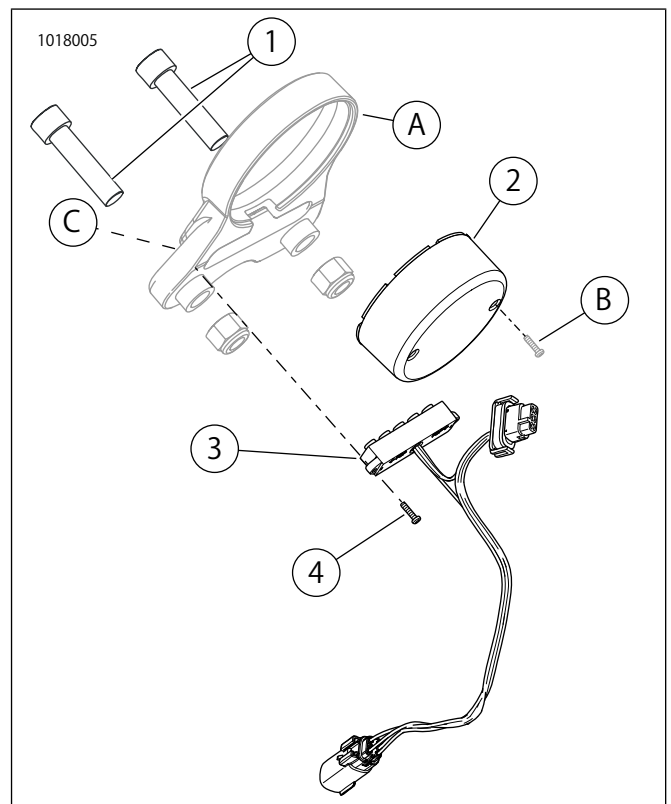

図4。装着に必要となる追加パーツ：2014年以降のXL1200C
1. 「図4」および「表4」を参照してください。この用途では、一覧に示される追加のパーツを別途購入する必要があります。